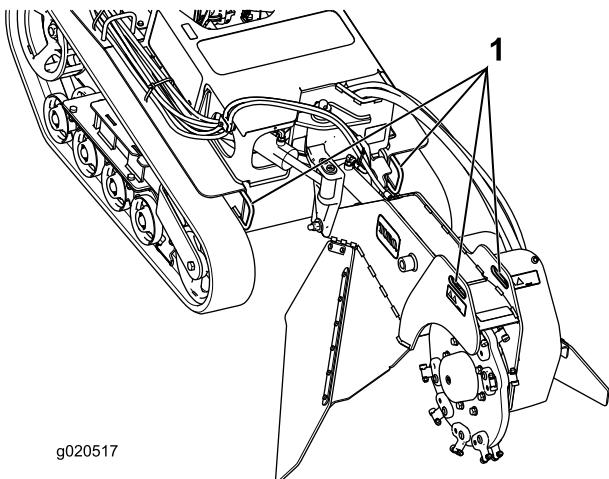
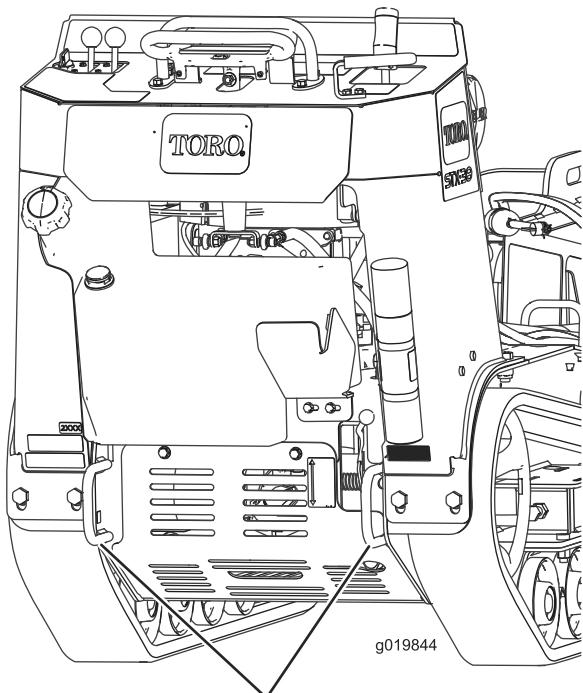

Figura 22
Figura 23
3. Sujete la máquina al remolque con cadenas o correas usando los puntos de amarre/izado situados en la parte delantera y trasera de la máquina (Figura 22 y Figura 23). Consulte en la normativa local los requisitos aplicables al remolque y al sistema de amarre.
Puede izar la máquina usando los puntos de amarre/izado (Figura 22 y Figura 23).